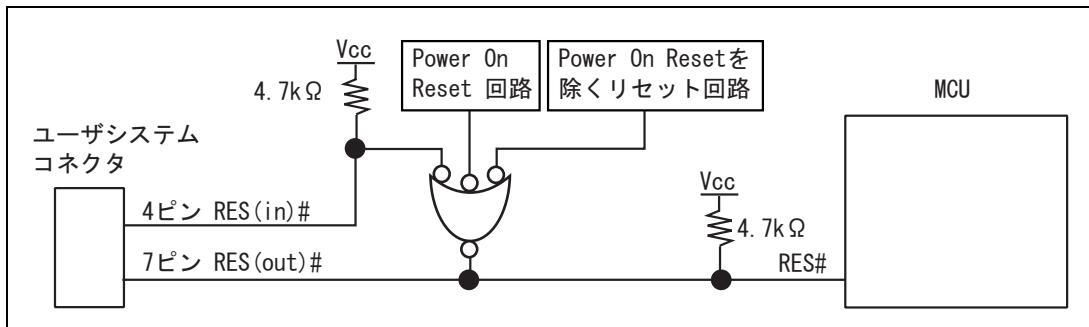

図1.6 RES#端子の結線
3. ユーザシステムコネクタの4ピンのRES(in)#端子はE10A-USBエミュレータがMCUに対して出力する信号線です。ユーザ論理のリセット回路と4ピンのRES(in)#端子を図1.6のようにして、MCUのRES#端子に結線してください。また、ユーザシステムコネクタの7ピンのRES(out)#端子はE10A-USBエミュレータがMCUのRES#端子をモニタする信号線です。プルアップの上、ユーザシステムコネクタの7ピンに結線してください。